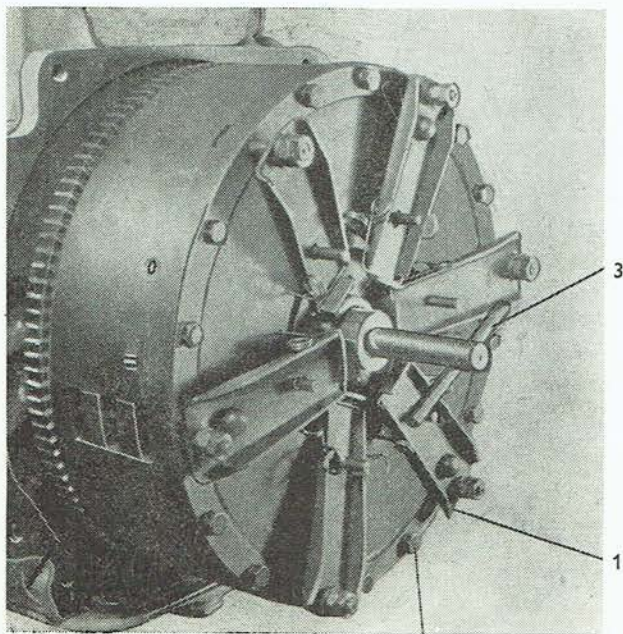

Abb. 52
1. Der Fahrtausrückhebel ist am kürzeren Hebelende zu unterlegen (Abb. 52/1).
2. Zwölf Schrauben M 8×35 der Kupplungsabde-ckung (Abb. 52/2) sind auszuschrauben und die ganze Kupplung ist aus dem Schwungrad heraus-zunehmen. Schliesslich ist noch die Fahrkupp-lungslamelle, die im Schwungradkörper verblieben ist, herauszunehmen.